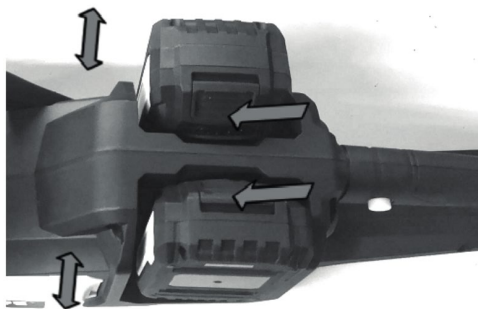

Рисунок 8. Схема під'єднання та від'єднання акумуляторної батареї.
4. Для від'єднання акумуляторної батареї (рис. 8) натиснути на клавішу фіксації АКБ та витягнути її з гнізда виробу.